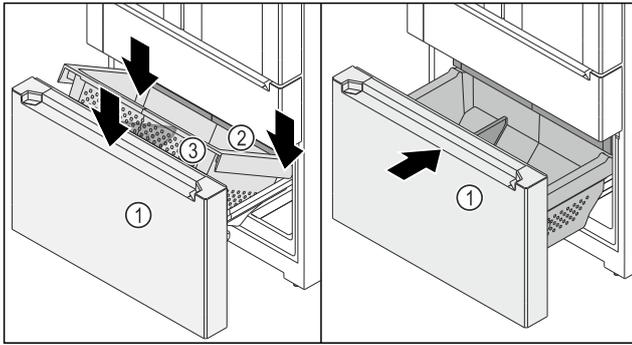

Fig. 152
- Auszugswagen Fig. 152 (1) ist herausgezogen.
- Schubfach Fig. 152 (2) ist eingeschoben.
- ▶ Behälter Fig. 152 (3) hinten auf den Schienen rechts und links aufsetzen.
- ▶ Behälter Fig. 152 (3) vorne absenken, sodass Behälter Fig. 152 (3) die Schienen rechts und links umschließt.
- ▶ Auszugswagen Fig. 152 (1) einschieben.